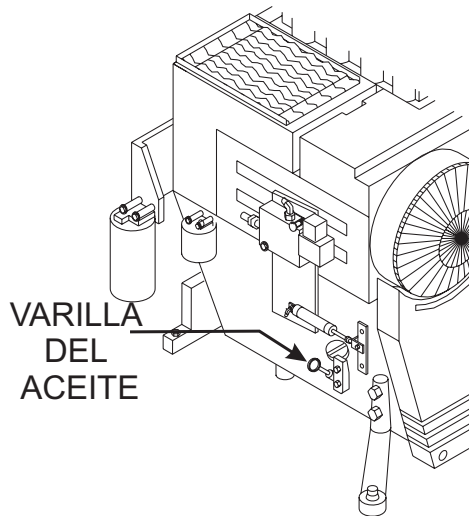

Figura 11. Varilla medidora del aceite del motor
7. Retire la varilla medidora del aceite de su base (Figura 11).